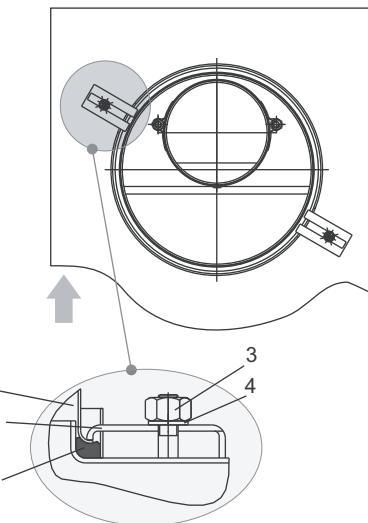

Рис. 4. Схема крепления воздуховода
6.3.8. Установить изделие проушинами (п. 4, рис.2) на шпильки крепления (п. 6, рис. 2), соединив при этом патрубок дымохода с фиксированным патрубком газохода наружного. Патрубок воздуховода (п. 1, рис. 2) разместить в кольцевом пазе котла на прокладку (базальтовый шнур). Выставить вертикально изделие и закрепить его гайками (п. 9, рис.2), обеспечивая при этом плотный и герметичный прижим котла к воздуховоду. Установить прижимы и закрепить ими воздуховод в пазе котла (рис. 4).